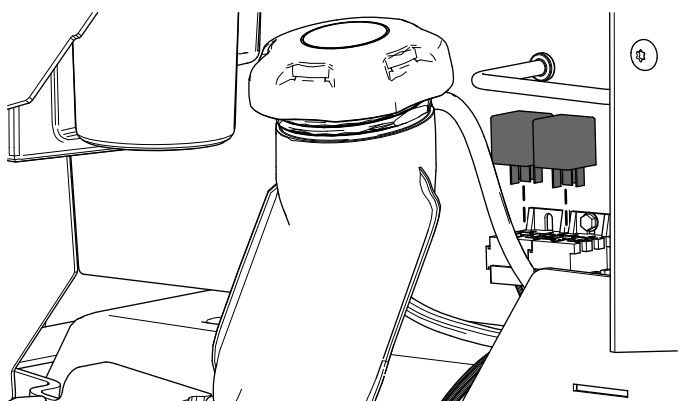

Figura 17
5. Instale os dois relés (Figura 17).